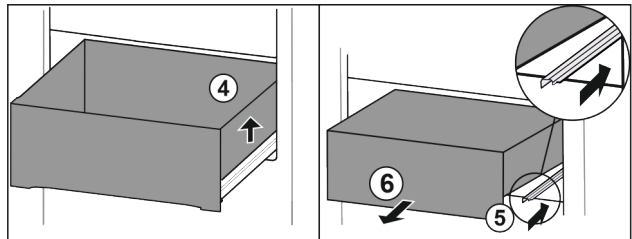

Fig. 72
- ▶ Soulever le tiroir sur la droite. Fig. 72 (4)
- ▶ Rentrer le rail de droite. Fig. 72 (5)
- ▶ Retirer le tiroir par l'avant. Fig. 72 (6)